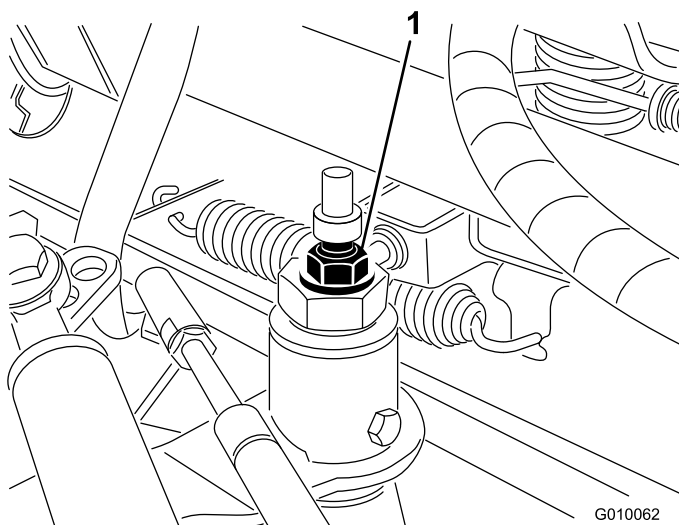

図 55
3. トラクション調整カムのロックナットをゆるめる(図 55)。